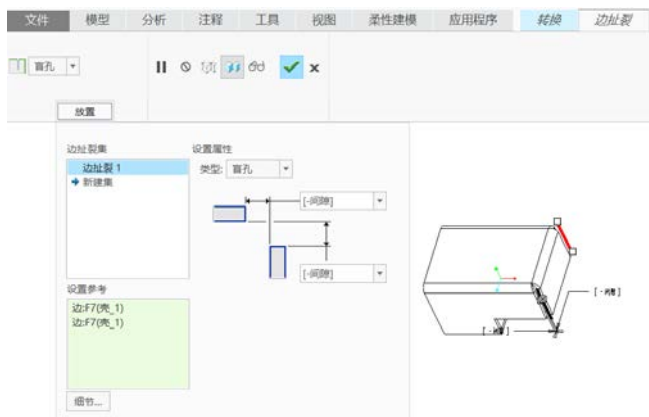

图 1-21 设置边扯裂的边处理类型
- (4) 在“边扯裂”选项卡的边处理“类型”下拉列表框中选择“盲孔”选项，并可以在“放置”面板中为该边处理类型设置参数，如图 1-21 所示。